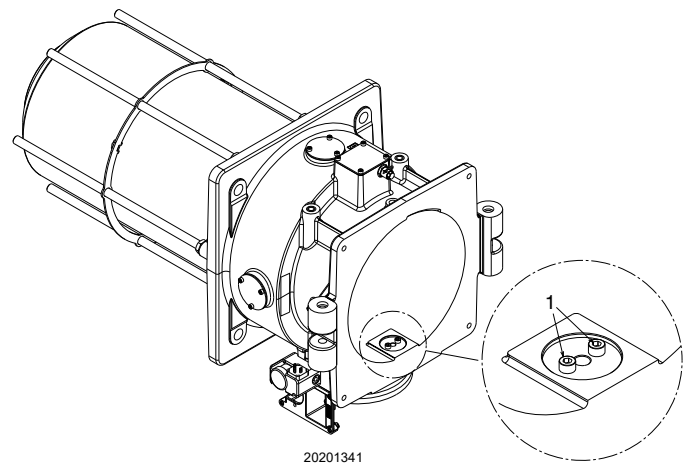

Fig. 21
El ajuste de fábrica para el gas central es con los siguientes orificios de paso (Fig. 21).
- quitar o agregar uno o más tornillos 1)(Fig. 21) de la siguiente manera: